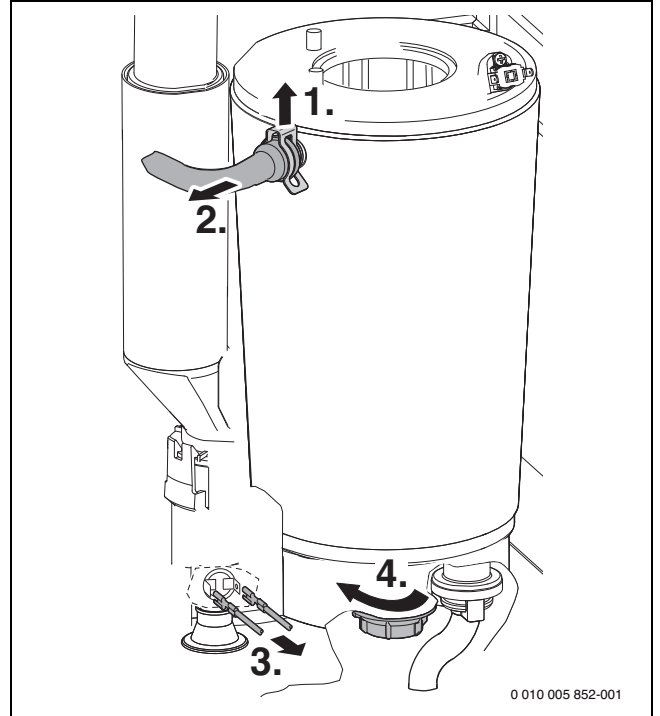

Рис. 64 Отсоедините трубу подающей линии и провода
- ▶ Демонтируйте смесительное устройство (→ рис. 64).